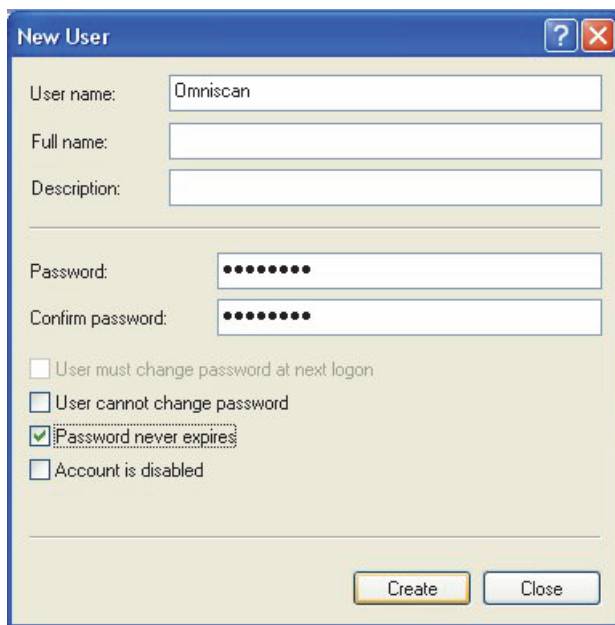

图 7-12 新用户对话框（Windows XP）
5. 在 **New User**（新用户）对话框的 **User name**（用户名）文本框中，输入 **Omniscan**，注意大小写（参见第 179 页的图 7-12）。